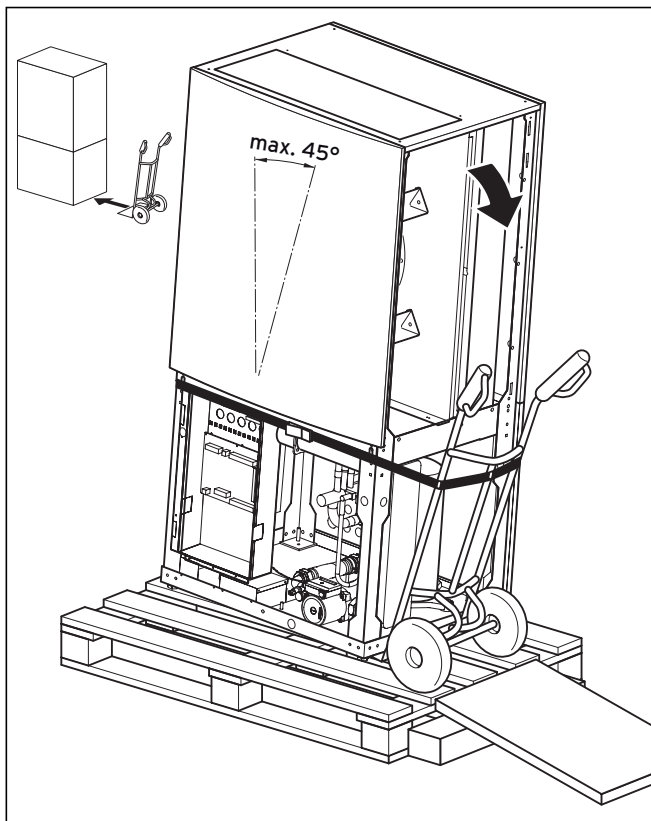

Abb. 4.8 Transport mit Sackkarre
- Setzen Sie die Sackkarre nur an der **rechten** Seite der Wärmepumpe an, weil dann die Gewichtsverteilung am günstigsten ist (siehe Abb. 4.8).